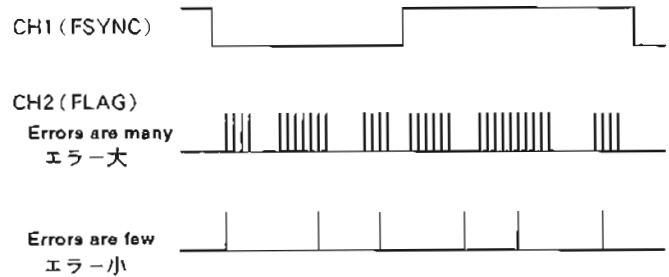

Fig. 5-10
- 2). Adjust the control where the error flag count is minimum, when the signal is recorded and played as in 10-1. (Refer to Fig. 5-10.)
- 2). 10-1項と同様に録音・再生したときのエラー・フラグの数が最小となる位置に調整する。(図5-10参照)